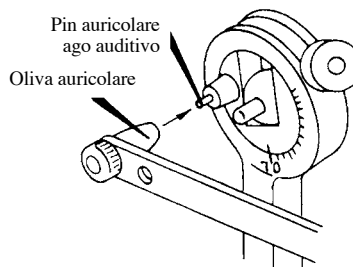

Figura 12A
11. Gli auricolari rappresentano i meati auditivi esterni ed hanno piccoli fori di ventilazione alle loro estremità. Questi auricolari ancorano l'Arco direttamente sugli Aghi Auditivi sull'HANAU™ 96H2 e sulla Serie di Articolatori HANAU-MATE®, Figura 12A.